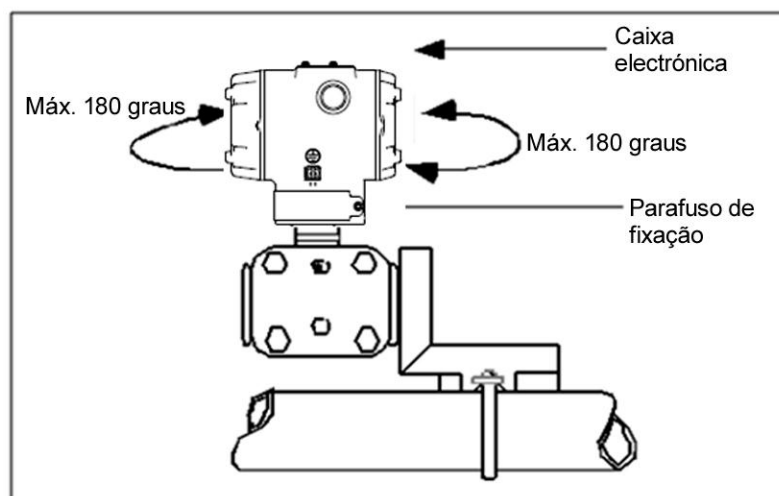

Figura 7 – Rodar a Caixa electrónica
3. Desaperte o parafuso de fixação do eixo externo do Transmissor uma (1) volta completa.
4. Rode a Caixa electrónica um máximo de 180° para a esquerda ou para a direita a partir do centro para a posição pretendida e aperte o parafuso de fixação 1,40 a 1,68 Newton-metros (8,9 a 9,7 lb-pol) utilizando uma chave de cabeça interna métrica de 4 mm. Consulte o exemplo seguinte e a Figura 7.